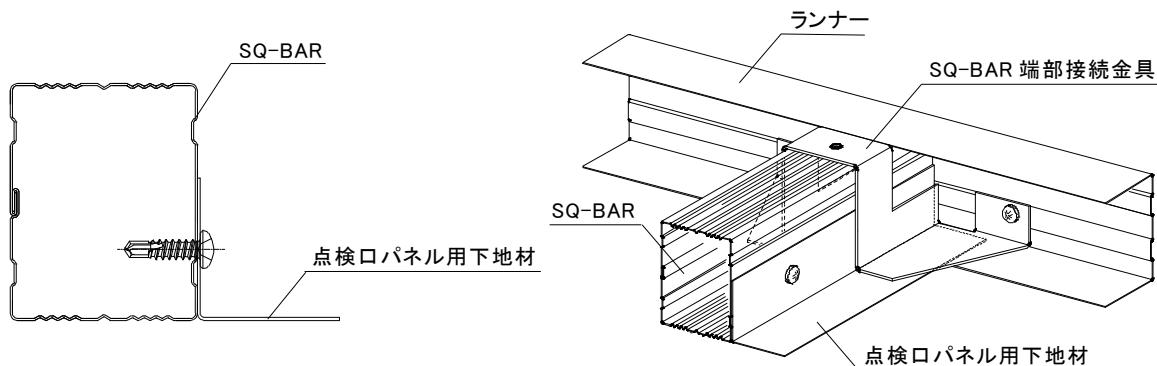

図 2-6-1 点検口パネル用下地材の取付け
その際、SQ-BAR と点検口パネル用下地材の下端が同面となるようにする。(図 2-6-1 参照)
4) SQ-BAR 端部接続金具は、SQ-BAR + 点検口パネル用下地材の上から被せるようにして取付ける。(図 2-6-1 参照)